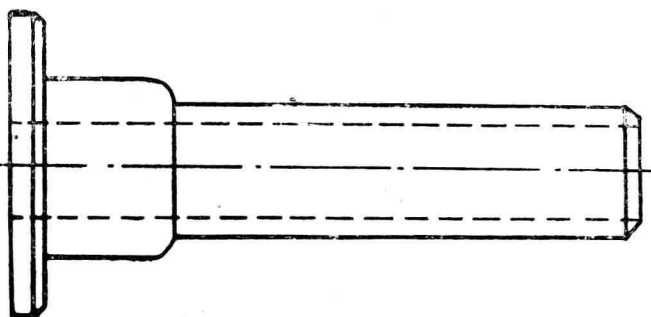

图7 立柱
1) 粗、精车如图7所示的用金属模、手工造型铸造的, 工件材料为HT30-54、HB187~255的台钻立柱外圆表面。